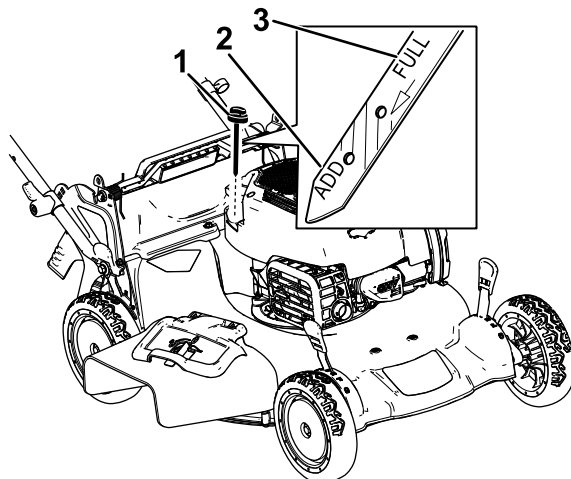

Bild 14
- Wenn der Ölstand am Peilstab zu niedrig ist (Bild 14), füllen Sie langsam etwas waschaktives Öl (SAE 30 oder SAE 10W-30) in den Öleinfüllstutzen, warten Sie drei Minuten und wiederholen Sie dann die Schritte 3 bis 5, bis der Ölstand am Peilstab richtig ist.
- Wenn der Ölstand am Peilstab zu hoch ist (Bild 14), lassen Sie Öl ab, bis der Ölstand am Peilstab richtig ist, siehe Wechseln des Motoröls (Seite 17).
2. Entfernen Sie den Peilstab, indem Sie den Deckel nach links drehen und herausziehen (Bild 14).
5. Lesen Sie den Ölstand am Peilstab ab. (Bild 14)